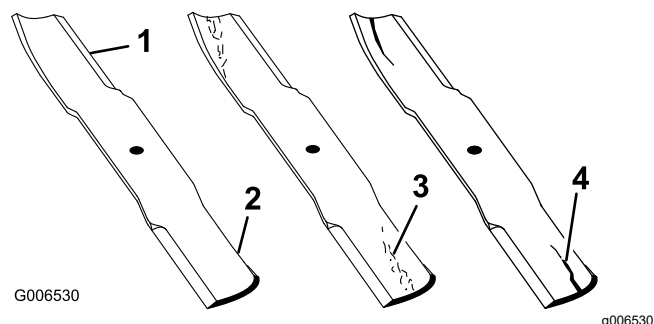

Figura 59
1. Controllate i taglienti (Figura 59).
4. Se notate incrinature, usura o scanalature in questa zona, montate immediatamente una nuova lama (Figura 59).